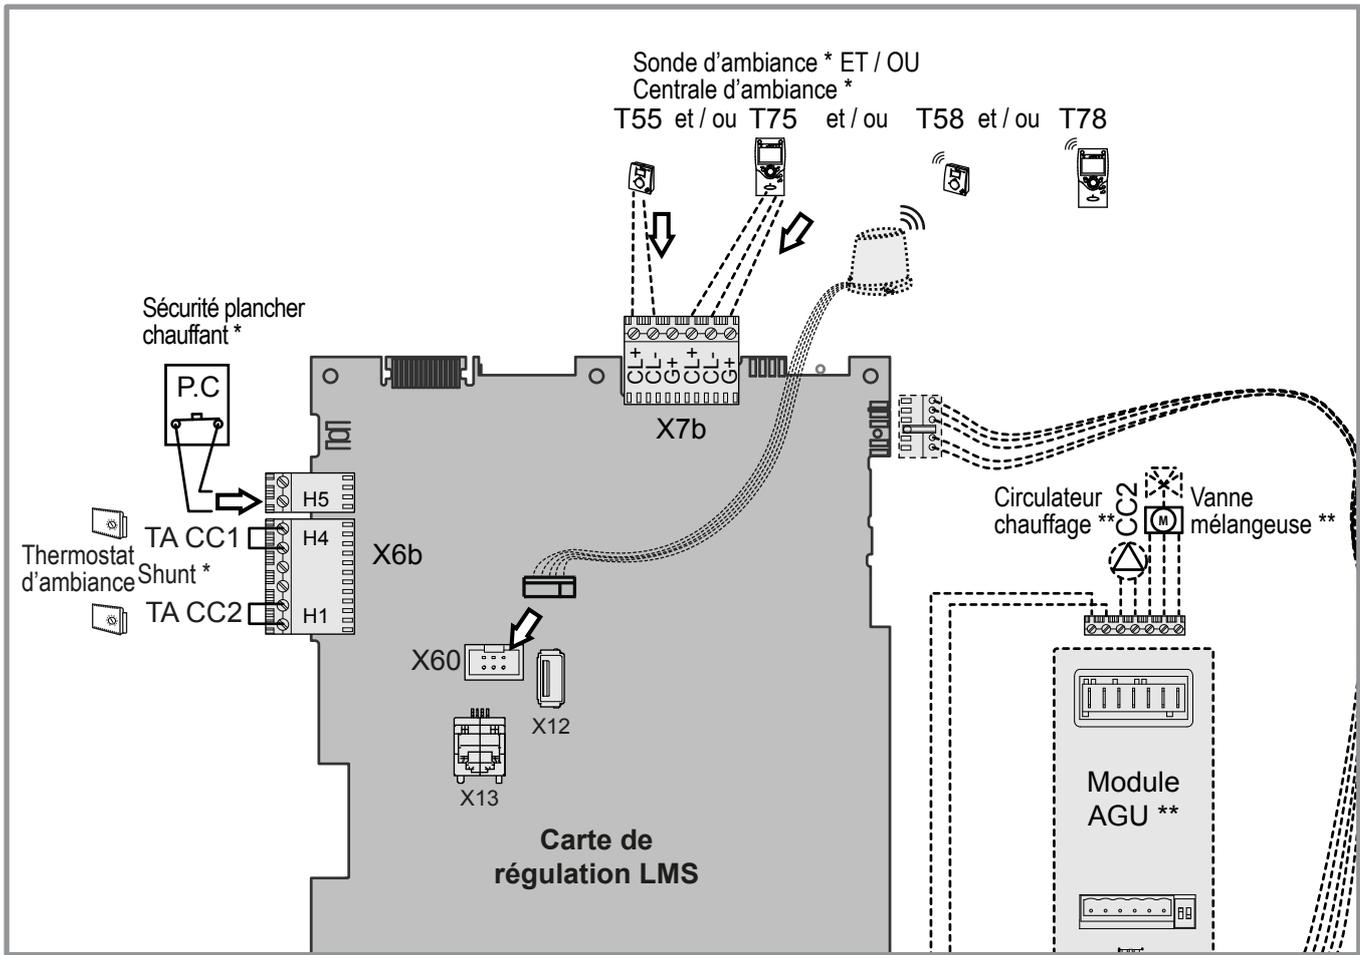

figure 27 - Raccordements sur la carte de régulation (accessoires et options)
- Installation équipée d'une ou deux sondes d'ambiance (T55) : Raccorder chacune des sondes sur l'une des bornes CL+ et CL- de la carte de régulation de la chaudière à l'aide du connecteur fourni (figure 27, page 22).